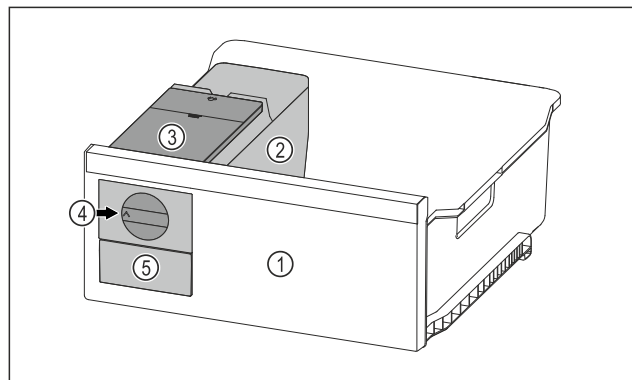

Fig. 96 Représentation à titre d'exemple
- Tourner le bouton rotatif *Fig. 96 (4)* dans le sens horaire jusqu'à la butée.
- Les glaçons tombent du bac à glaçons dans le tiroir à glaçons *Fig. 96 (5)*.